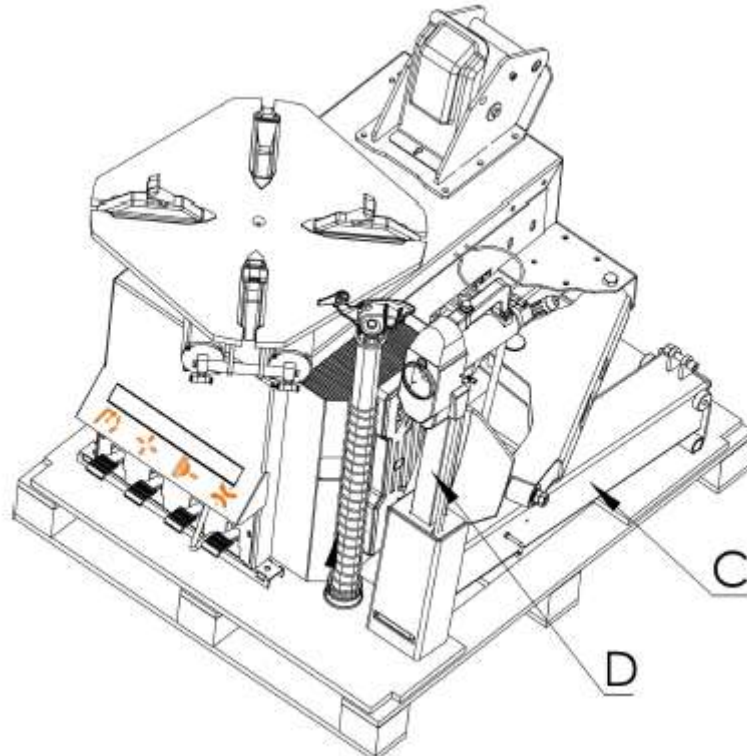

Abb. 5
- Ständer C und Arm D wegstellen, am besten auf eine weiche Unterlage legen. (Abb. 5).